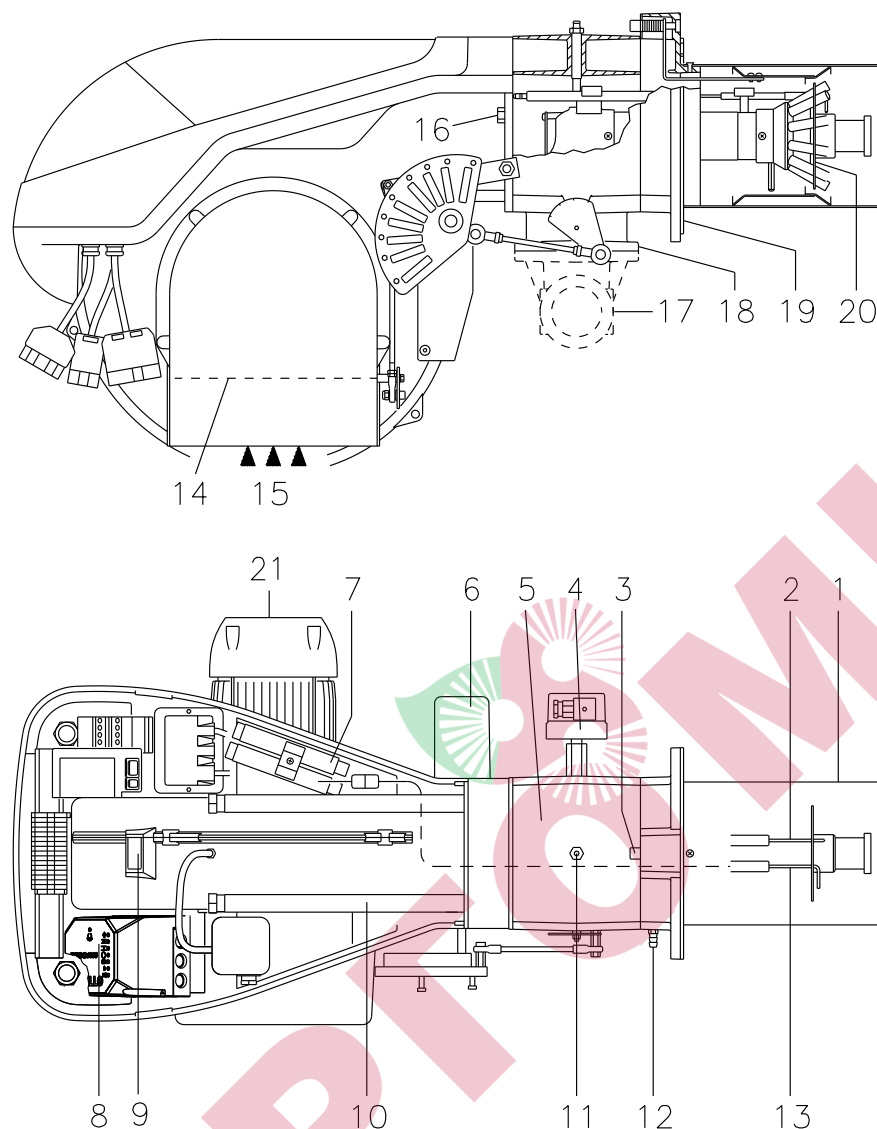

рис. 4
(1) Исходные условия: Температура окружающей среды 20°C - Температура газа 15°C - Атмосферное давление 1013 мбар - Высота над уровнем моря 0 м.
(2) Давление в контрольной точке 5) (рис. 4) при нулевом давлении в камере сгорания и максимальной мощности горелки.
(3) Звуковое давление, измеренное в лаборатории по сжиганию топлива изготовителя при работающей горелке на испытательном котле и максимальной мощности. Мощность звука измеряется с использованием метода "свободного поля", требуемого стандартом EN 15036, и в соответствии с измерением "Точность: категория 3", как описано в EN ISO 3746.